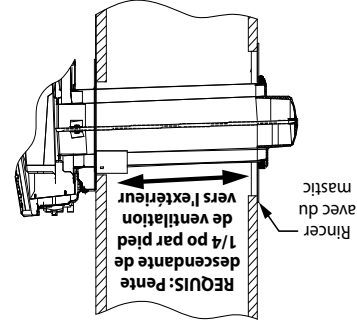

Figure 15
7. Avant de fixer le capuchon de ventilation (A) sur le mur extérieur, passez un cordon de mastic non durcissant (cafeurtagé silicone) autour de son bord extérieur, de manière à assurer l'étanchéité entre celui-ci et la plaque de montage extérieure (F) (voir figure 15).